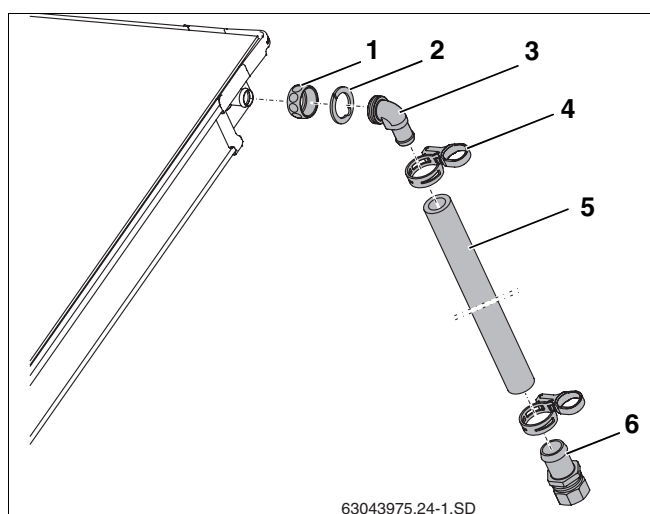

Fig. 35 Montar a tubagem de avanço
- ▶ Inserir a porca (fig. 35, **item 1**) sobre as ligações do colector.
- ▶ Colocar a anilha de aperto (fig. 35, **item 2**) atrás do reforço da ligação do colector e apertar.
- ▶ Apertar e alinhar o terminal angular com o O-Ring (fig. 35, **item 3**) à ligação, e aparafusar com a porca.
- ▶ Aplicar a mangueira solar comprida (1000 mm, fig. 35, **item 5**) sobre o terminal angular e fixar com braçadeira de mola (fig. 35, **item 4**).
- ▶ Colocar na mangueira solar o terminal de mangueira com a união roscada de anel de aperto (fig. 35, **item 6**) até ao batente e fixar com braçadeira de mola.
- ▶ Ligar o tubo colector ao terminal de mangueira $R\frac{3}{4}$ com união roscada de anel de aperto (18 mm) (fig. 35, **item 6**).